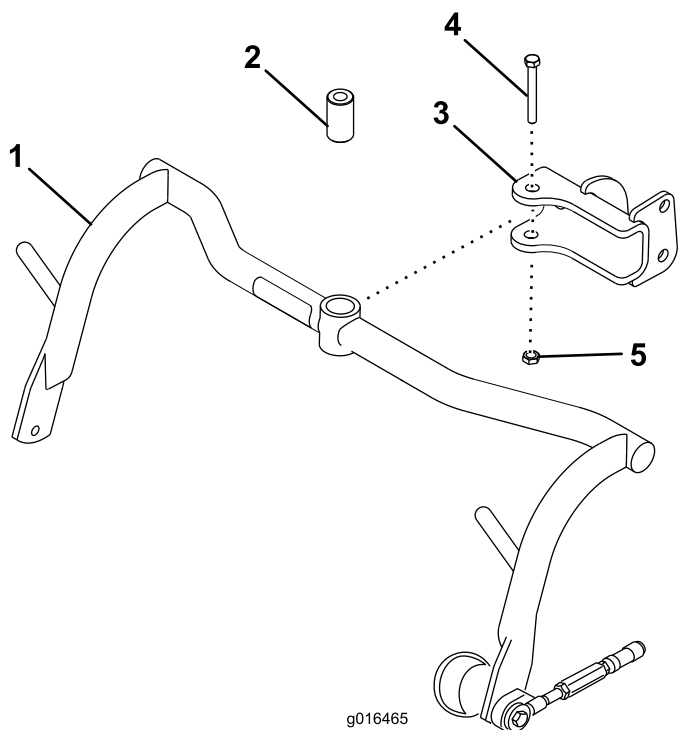

Figure 8
1. Montez un bâti porteur sur chaque chape avec une entretoise, un boulon 1/2 x 3-1/4" et un contre-écrou 1/2" (Figure 8). Serrez à un couple de 91 à 113 Nm.